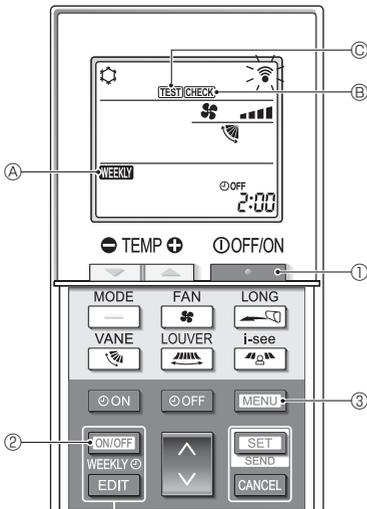

Fig. 7-1
7.1. Essai de fonctionnement (Fig. 7-1)
- Appuyez sur la touche ① pour arrêter le climatiseur.
- Si la minuterie hebdomadaire est activée (**WEEKLY** ① est allumé), appuyez sur la touche ② pour la désactiver (**WEEKLY** ① est éteint).
- Appuyez sur la touche ③ pendant 5 secondes.
- CHECK** ② s'allume et l'appareil entre en mode service.
- Appuyez sur la touche ③.
- TEST** ③ s'allume et l'appareil entre en mode essai de fonctionnement.